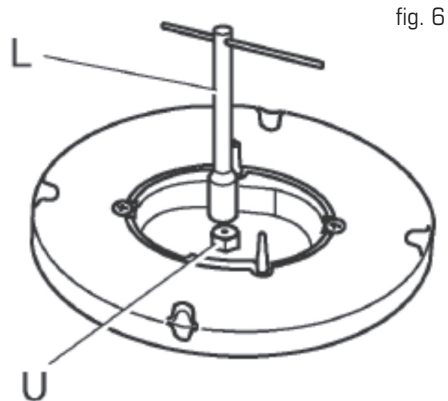
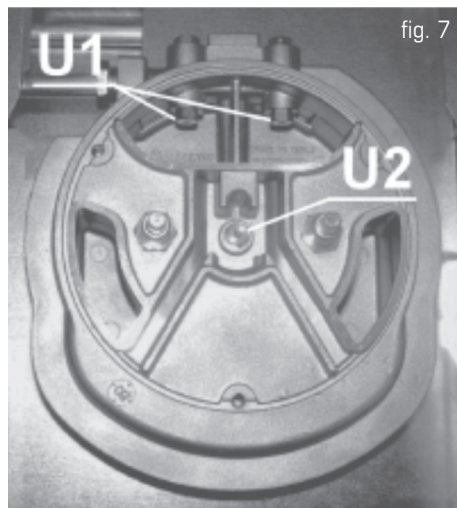

fig. 6
fig. 7
- Avec la clé droite L, dévisser les gicleurs U (fig.6) et U1/U2 (fig.7) et les remplacer par le modèle correspondant au type de gaz à utiliser.